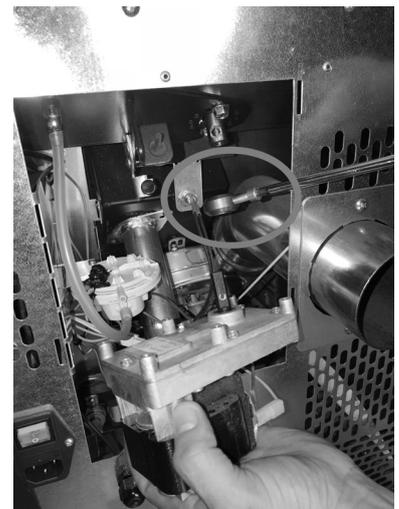

Fig. 50 - Getriebemotor entfernen
- Den Getriebemotor entfernen, dazu die Blockierungsschraube lösen (siehe **Fig. 50**).